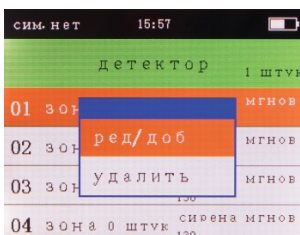

Рисунок 18
**Редактирование детектора.** Нажмите кнопку «МЕНЮ», на дисплее появится основное меню настроек. Нажимайте кнопки «ВВЕРХ/ВНИЗ» для выбора раздела «устройства», нажмите «ОК» для подтверждения выбора. Нажимайте кнопки «ВВЕРХ/ВНИЗ» для выбора пункта «детектор» (Рис. 10). Затем нажмите кнопку «ОК» для подтверждения выбора. Выберите номер детектора, который собираетесь редактировать, нажмите кнопку «ОК», в открывшемся окне можно выбрать нужное действие (Рис. 18), выберите функцию «редактирование», нажмите кнопку «ОК». Отредактируйте параметры детектора и нажмите кнопку «ОК».
**Удаление детектора.** Нажмите кнопку «МЕНЮ», на дисплее появится основное меню настроек. Нажимайте кнопки «ВВЕРХ/ВНИЗ» для выбора раздела «устройства», нажмите «ОК» для подтверждения выбора. Нажимайте кнопки «ВВЕРХ/ВНИЗ» для выбора пункта «детектор» (Рис. 10). Затем нажмите кнопку «ОК» для подтверждения выбора. Выберите номер детектора, который собираетесь удалить, нажмите кнопку «ОК», в открывшемся окне можно выбрать нужное действие (Рис. 18). Нажимайте кнопки «ВВЕРХ/ВНИЗ» для выбора пункта «удалить», затем нажмите кнопку «ОК». Подтвердите выбор. Детектор удалится. Чтобы удалить все детекторы, выберите функцию «удалить все», нажмите кнопку «ОК» (Рис. 19), в открывшемся окне выберите «Да» – система удалит все детекторы.